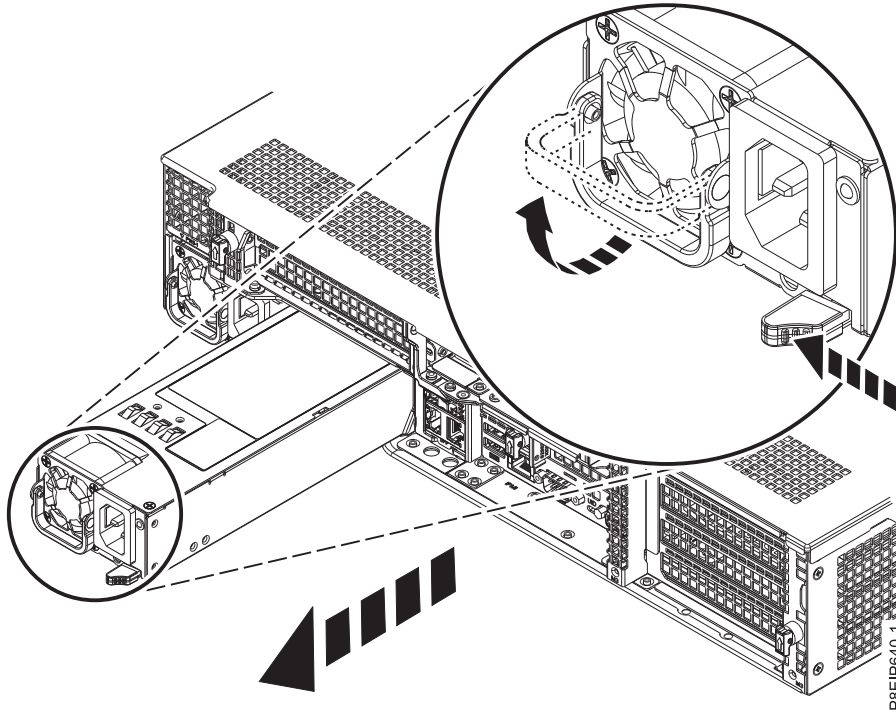

Figure 55. Retrait d'une alimentation du système
- a. Pour retirer l'alimentation de sa position dans le système, poussez le loquet de verrouillage vers la gauche, comme indiqué dans la figure 55, à la page 92.